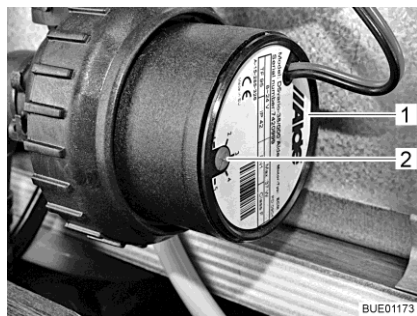

Fig. 140 Riduzione del numero di giri
Con il pomello girevole (Fig. 140,2) è possibile impostare il numero di giri della pompa di circolazione. A un numero di giri ridotto i rumori prodotti dal funzionamento della pompa si riducono.
Il pomello girevole si trova sulla pompa di circolazione (Fig. 140,1).
- Ruotare il pomello girevole (Fig. 140,2) in senso antiorario. La potenza diminuisce.